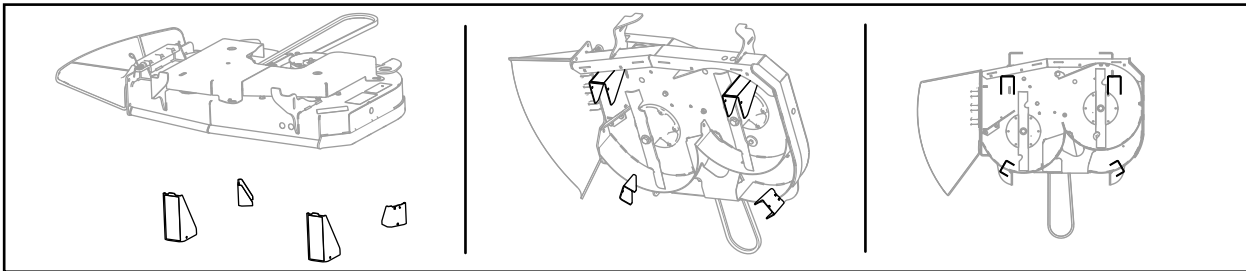
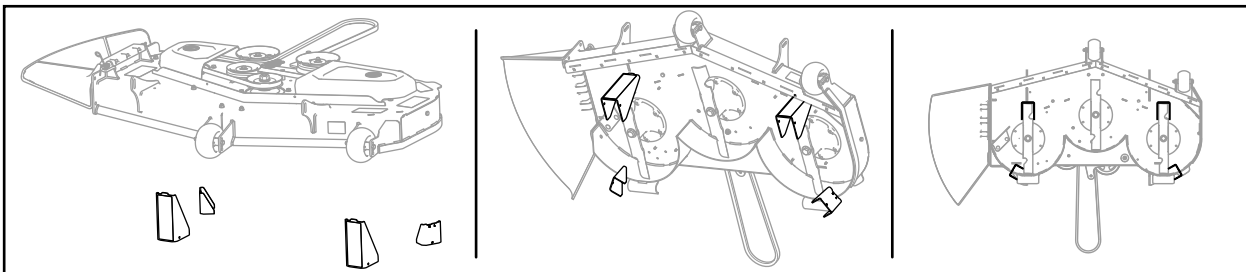

Bild 2
Bild 3
3. Legen Sie die Schnitthöheneinstellhalterungen unter das Mähwerk, so dass die Mähwerksabdeckung auf den Halterungen aufliegt, wenn Sie das Mähwerk absenken, siehe Bild 2 und Bild 3 für die korrekte Ausrichtung.